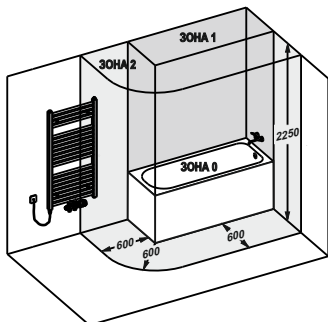
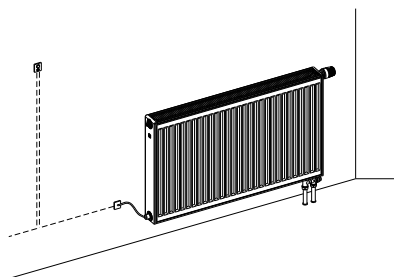
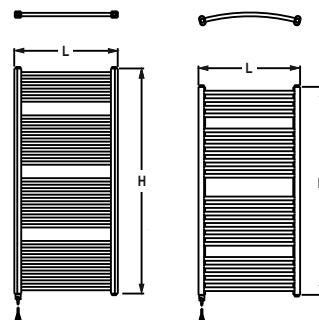
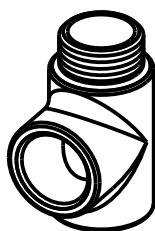

Рис. 1
Рис. 2
Рис. 3
Рис.4 Штуцер Т (Z-SKV-0001)
| - рабочее положение        | вертикальное с электро кабелем внизу - действ. для ОП KORALUX (см.рис.3)горизонтальное в нижней части ОП – действ. для RADIK COMBI VK (см.рис.2) |
**Запрещается устанавливать ОП с ЭНЭ внутри ванной или душевой кабины или над ванной или душем (зоны 0 и 1 согласно ČSN 33 2000-7-701, см. рис. 1). Подводящая электропроводка к ЭНЭ должна соответствовать предписаниям для подключения электрических приборов класса 1, и она должна быть защищена соответствующим и работоспособным устройством защитного отключения. Если ЭНЭ не будет подключаться к электросети с помощью намонтированной сетевой вилки, то в электросоединении ЭНЭ должен быть намонтирован выключатель, позволяющий пользователю, в случае необходимости, безопасное отключение от электросети.**
Осторожно вставьте ЭНЭ снизу в ТОП KORALUX (рис. 1, 3) или сбоку в нижний вывод ПОП RADIK COMBI VK со стороны, противоположной вентилю (рис.2) и утяните его боковым ключом размера 22. Запрещается затягивать ЭНЭ за металлическую втулку присоединительного кабеля! Если конкретная ситуация требует, чтобы к входящей у ТОП, куда монтируется ЭНЭ, была одновременно подключена и обратка тепловодной системы, то используйте специально для этого предназначенный «Т»-штуцер (оснастка KORALUX - торговое обозначение Штуцер «Т» – рис. 4). ОП прикрепите к стене при помощи крепления, рекомендованного производителем ОП, подключите его к системе отопления, наполните теплоносителем (водой) и удалите воздух. Во время этого следите, чтобы не произошло повреждение кабеля или корпуса элемента!